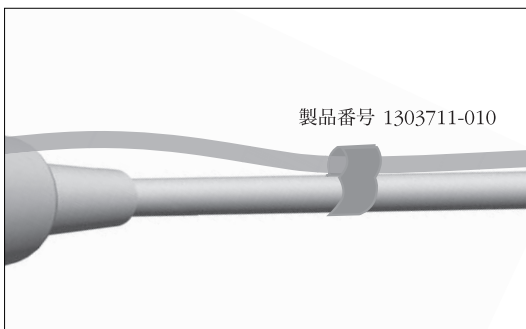

図 9
L. 固定クリップ(製品番号 1303711-010)を使用してモータ用ケーブル上にのイリゲーションチューブを固定します(図 9)。